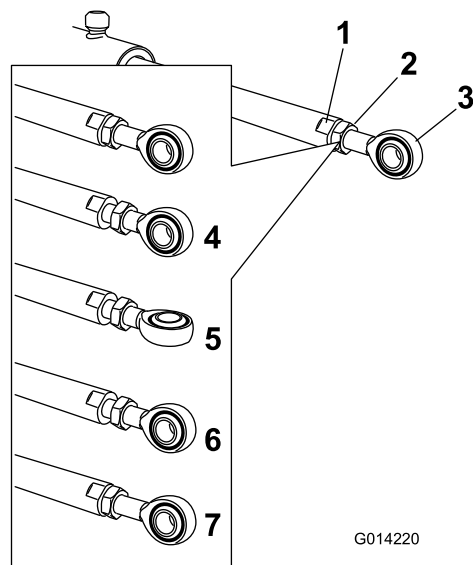

Figura 114
5. Înleinați tijă dispozitivului de acționare de la porțiunea plată a tijei cu ajutorul unei chei, apoi slăbiți contrapiuliă (Figura 114).
6. Rotiți capătul de tijă în tija dispozitivului de acționare pentru a scurta sau a prelungi dispozitivul de acționare extins în poziția dorită (Figura 114).